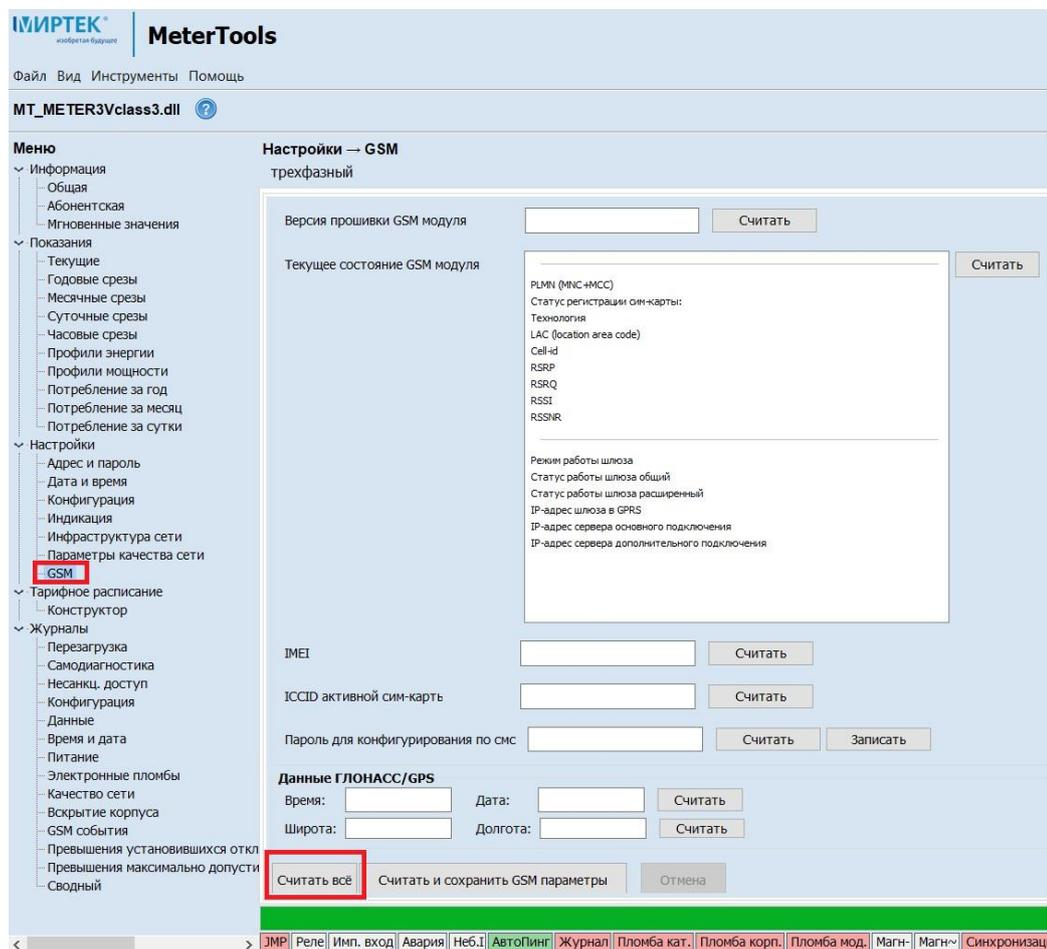

Рисунок 3.1 – Считывание данных о настройках GSM модуля прибора.
- 3.3 В конце списка настроек нажать «Считать все» (рис. 3.1).